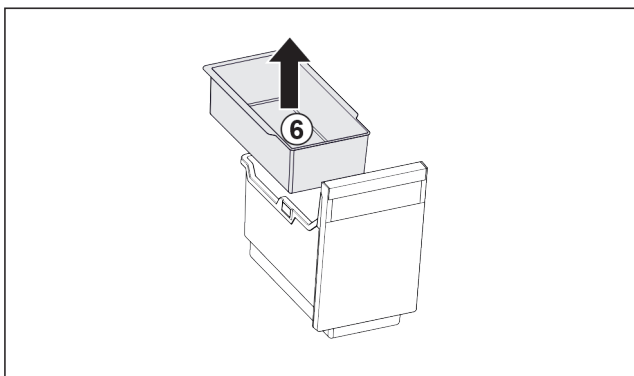

Fig. 30
- ▶ Извлеките Fig. 30 (6) подвесной лоток.